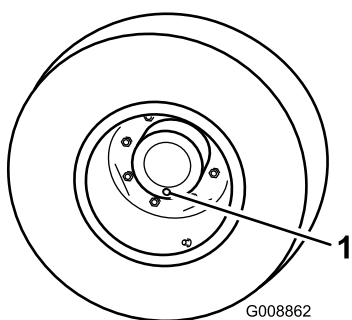

Figura 54
1. Con la macchina su una superficie piana, posizionate una ruota in modo che un tappo di controllo si trovi alla posizione inferiore (a ore 6) (Figura 54).